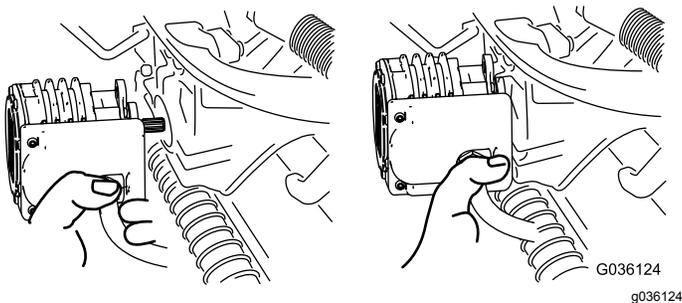

Bild 52
4. Legen Sie den Motor am Aufbewahrungsort vorne am Aufhängearm ab (Bild 52).